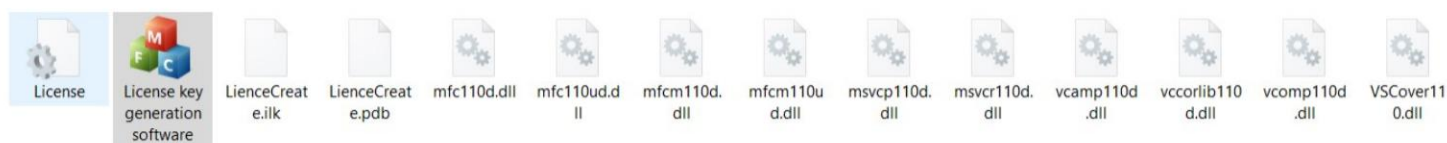

рис. 13 Генератор лицензионного ключа
6.1 При первом использовании диагностического программного обеспечения на новом компьютере необходимо сначала получить лицензию. Сначала откройте программу для получения лицензионного ключа (дважды щелкните значок "License key generation software.exe" на рис. 13), после чего появится рис. 14: